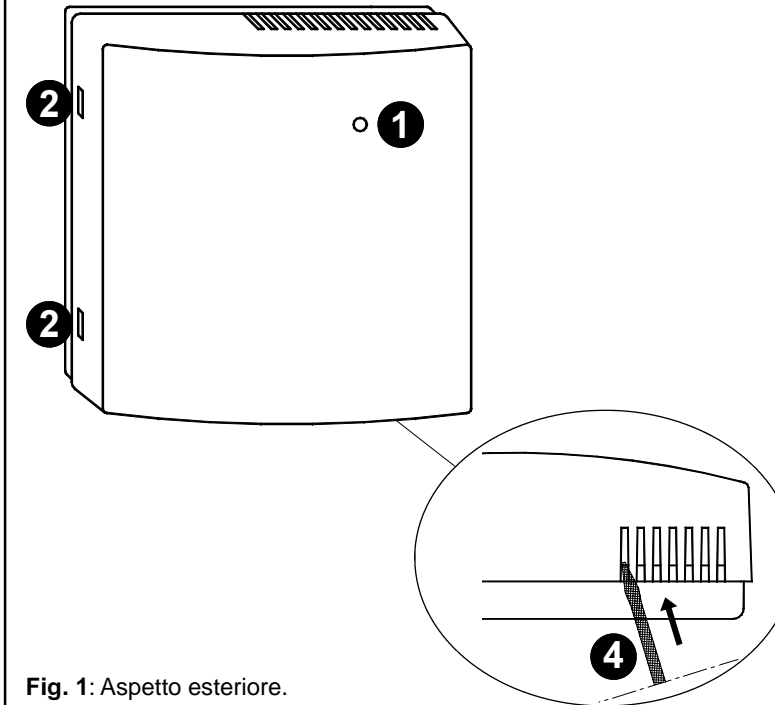

Fig. 1: Aspecto esteriore.
Sul pannello frontale del dispositivo, visibile in Fig. 1, è presente un led ❶ che dà informazioni circa la corretta alimentazione, lo stato del canale di uscita e l'intensità del segnale:
- Accendere il ricevitore: il led ❶ lampeggia per qualche secondo durante la fase di inizializzazione.
- Premere per un secondo il pulsante di autoapprendimento inserendo un piccolo cacciavite nella feritoia visibile in ❷ di Fig.1. In questo modo viene attivata la procedura di 'autoapprendimento' ed il led del ricevitore lampeggia velocemente di color giallo.